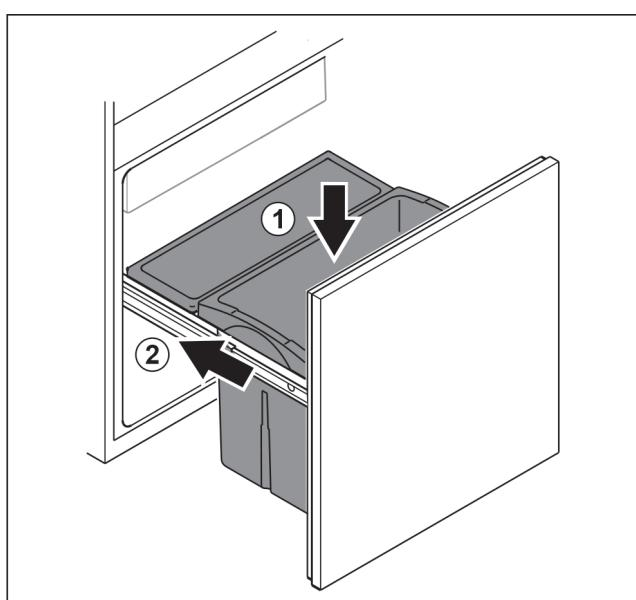

Fig. 81
- Поставете чекмеджето отгоре. Fig. 81 (1)
- Вкарайте изтеглящата се ракла. Fig. 81 (2)